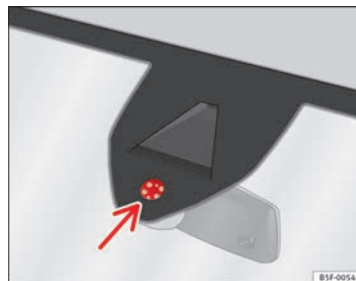

Abb. 67 Sensitive Fläche des Regensensors.
Mögliche Ursachen für Störungen und Fehlinterpretationen *im Bereich der sensiblen Fläche* ⇒ Abb. 67 des Regensensors sind u. a.: ▶
- Sensitive Fläche des Regensensors regelmäßig reinigen und Wischerblätter auf Beschädigungen prüfen ⇒ Abb. 67 (Pfeil).